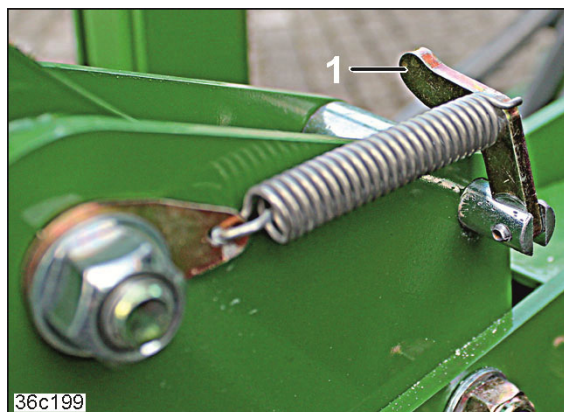

Fig. 197
2. Pivotați ambele mânere (Fig. 197/1) în sus.